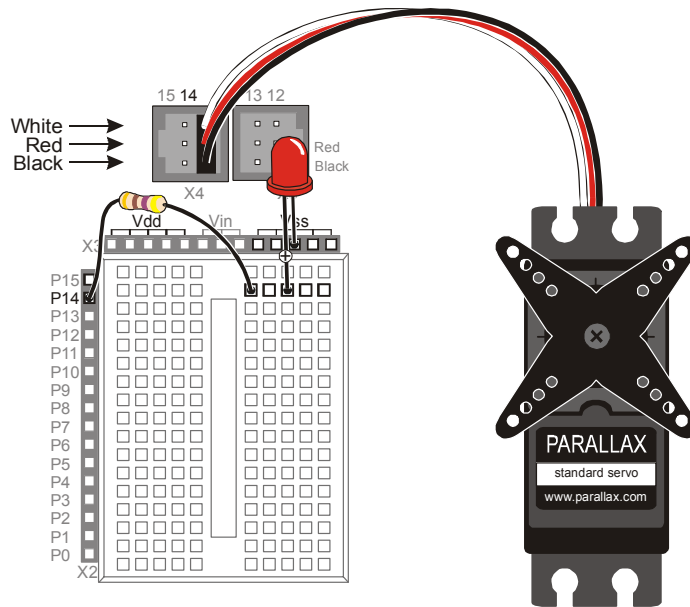

Figura 4-13
- ✓ Collegate il Servomotore al connettore per il Servomotore come mostrato in Figura 4-13.